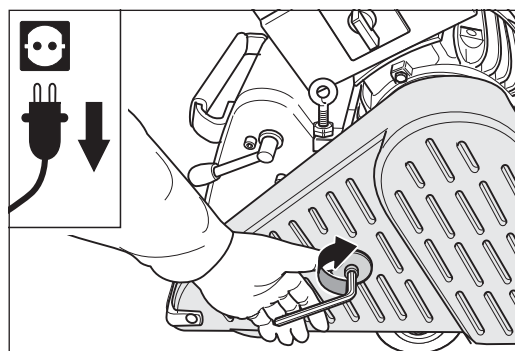

Abb. 5 Den Riemenschutz schließen.
- 5 **Schließen Sie den Riemenverschluss (Abb. 5)!**